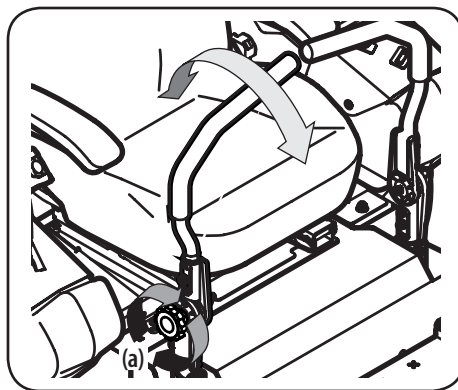

Figure 2-5
1. Desserrez le bouton de réglage (a) situé sur le côté de chaque barre de conduite. Voir Figure 2-5.